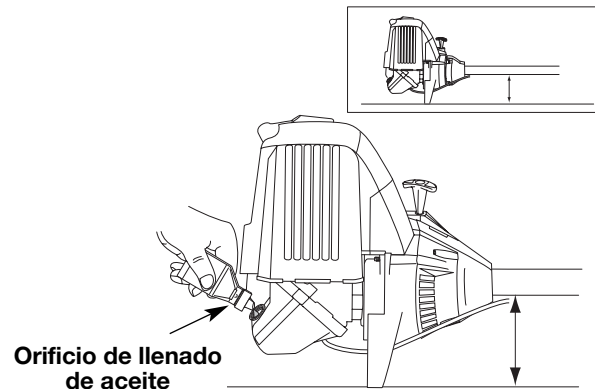

Fig. 18
2. Coloque la unidad sobre una superficie plana. (Fig. 18).
4. Vierta todo el contenido de la botella de aceite en el cigüeñal (Fig. 18).